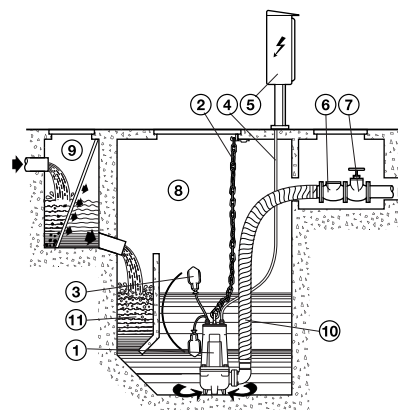

Abb. 5
5.2.1 BEWEGLICHE INSTALLATION (ABB. 5)